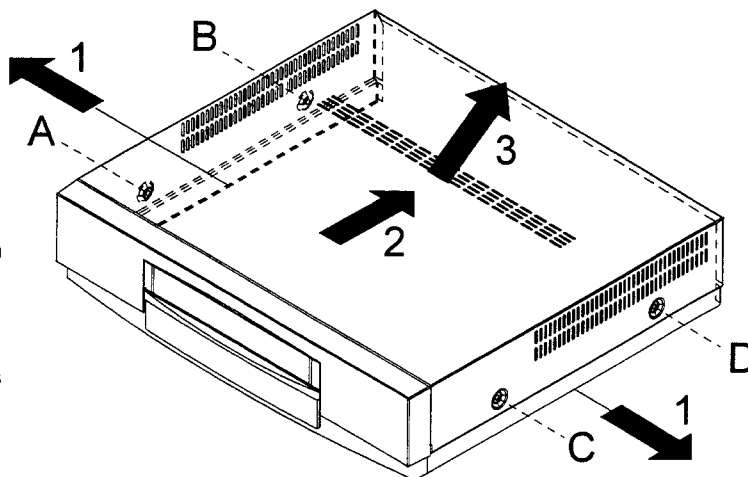

Fig. 1
- Die Schrauben A, B, C und D herausschrauben (siehe Fig.1).